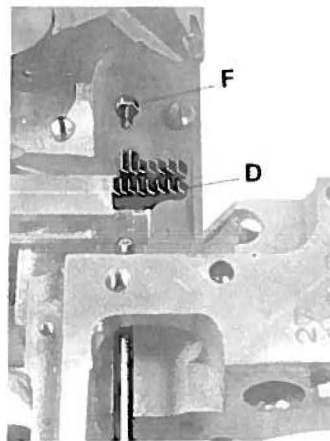

fig. 9
- Montare la griffa posteriore D (fig. 9) e appaiare le slitte porta griffa.